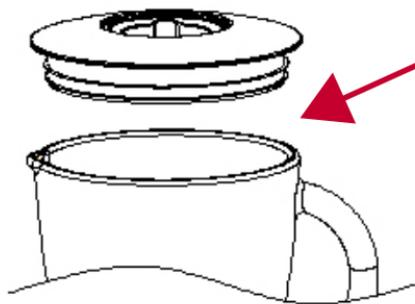

Fig. 6
2. Introdúzcalos dentro de la jarra (consulte la Fig. 6). A menudo es necesario añadir una determinada cantidad de agua con el fin de facilitar el correcto funcionamiento del aparato. La proporción entre la fruta o verdura y agua es de 2:3. El volumen total de la mezcla no debe exceder del nivel máximo indicado en la jarra.